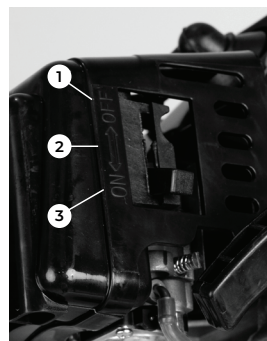

Рисунок 6.
4. Закройте воздушную заслонку. Для этого рычаг заслонки переведите в положение 1 (Рис. 6).
8. После запуска переведите двигатель в режим холостого хода. Для этого переместите курок газа в среднее положение. Прогрейте двигатель в течение около 30 секунд (рычаг воздушной заслонки при этом находится в положении 2 (Рис. 6)), затем прогрейте двигатель в течение еще около одной минуты (рычаг воздушной заслонки находится в положении 3 (Рис. 6)).
**ВНИМАНИЕ!** В зависимости от температуры окружающей среды время прогрева двигателя может меняться. Определить, что двигатель прогрелся, можно по следующим признакам: двигатель устойчиво работает на холостых оборотах при полностью открытой воздушной заслонке (рычаг воздушной заслонки находится в положении 3(Рис.6)) и, при нажатии на курок газа, двигатель резко набирает обороты без провалов.